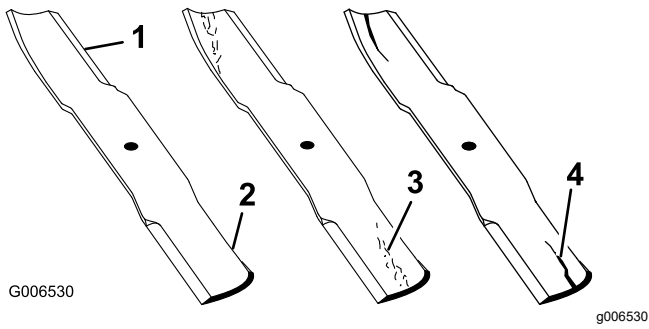

Figura 57
- Inspectați marginile de tăiere (Figura 57).
- Dacă observați orice crăpături, urme de uzură sau formarea unei fante în această zonă, instalați imediat o lamă nouă (Figura 57).